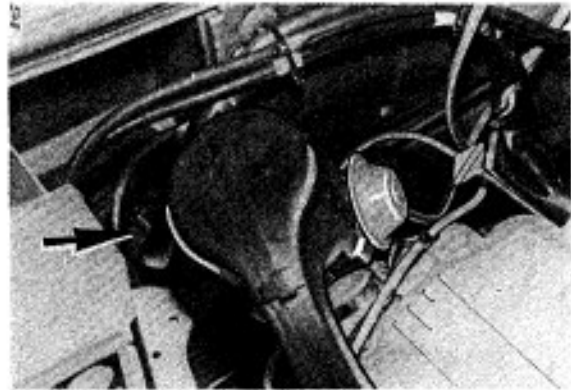

Bild 34
- Kabeltülle (Pfeil) Bild 34 mit Kupplungsstecker vorsichtig, ohne den Kabelbaum zu knicken, herausziehen.